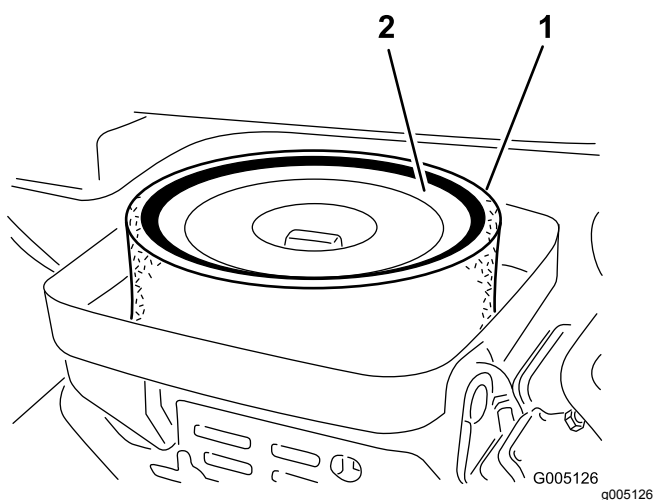

Рисунок 28
3. Снимите барашковую гайку крепления элементов к корпусу воздухоочистителя (Рисунок 28).
4. Если элемент из пеноматериала загрязнен, снимите его с бумажного элемента (Рисунок 28). Тщательно очистите его следующим образом: